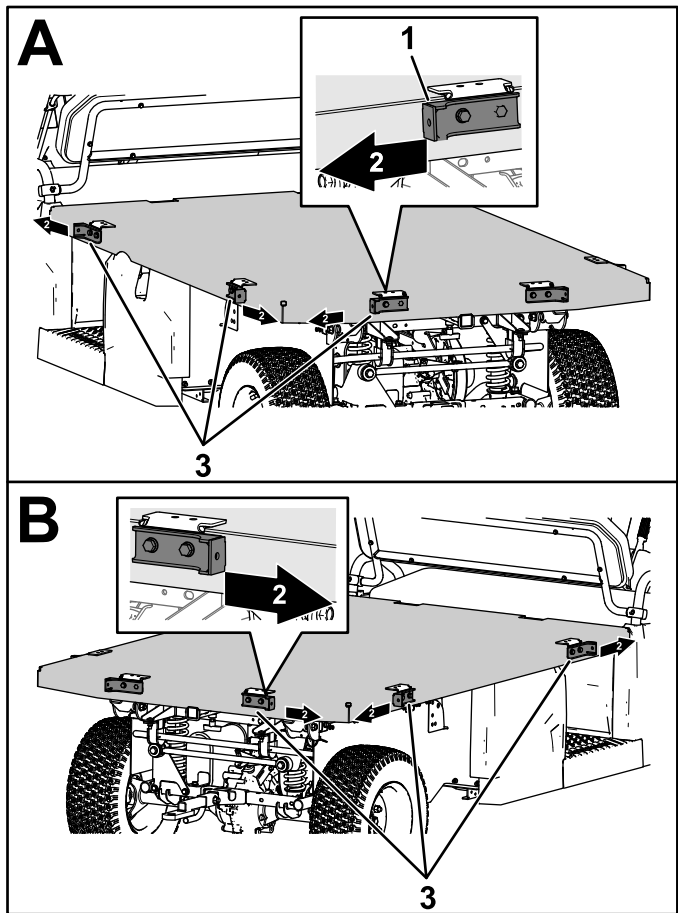

图2
2. 将货斗支架的短法兰朝着延长货斗的角对齐图2。
3. 对延长货斗侧面和后面的其他5个桩位重复此程序图2。